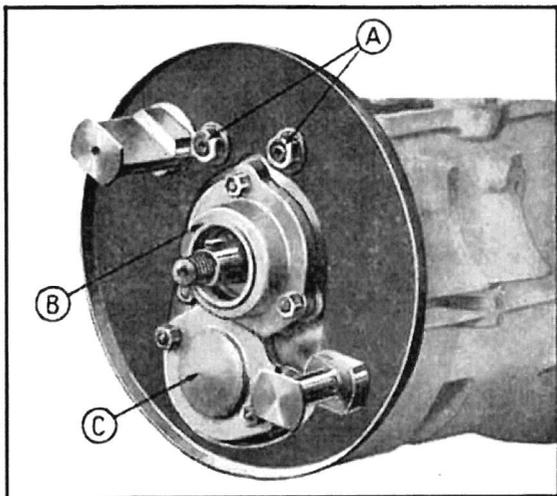

Fig. 162 — Vue de l'arrière de la boîte de vitesses, la poulie et les segments du frein étant enlevés.
- 4.—Dévisser les écrous des axes de fourchettes (fig. 162).